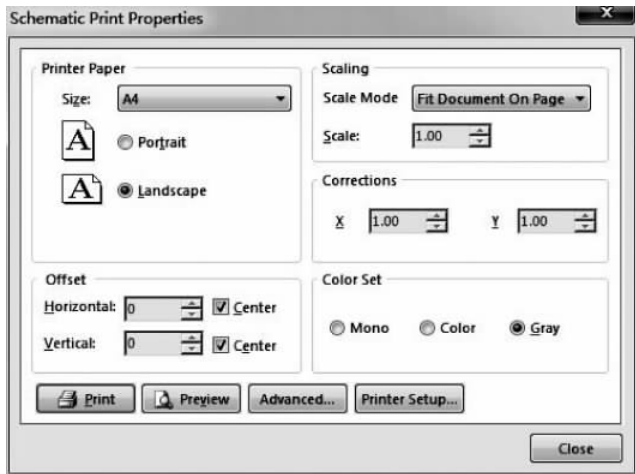

图 3-23 【Schematic Print Properties】对话框
(1) 单击菜单栏**【File】|【Page Setup】**命令,系统将弹出图 3-23 所示的**【Schematic Print Properties】**(原理图打印属性)对话框。